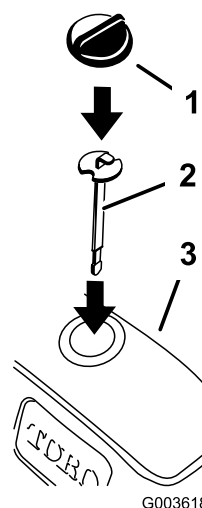

Figure 36
3. Insérez la nouvelle jauge et vérifiez le niveau d'huile hydraulique (Figure 36).